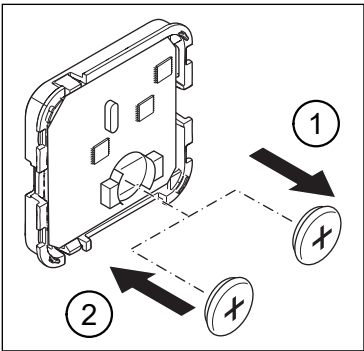

Abb. 5: Batterie wechseln
- Entfernen Sie die leere Batterie (Pos. 1 in Abb. 5) aus der Elektroneinheit.
- Setzen Sie die neue Batterie (Pos. 2 in Abb. 5) in die Elektroneinheit ein. Die Status-LED (Pos. 5 in Abb. 1) am Funktaster blinkt 1 Mal orange.